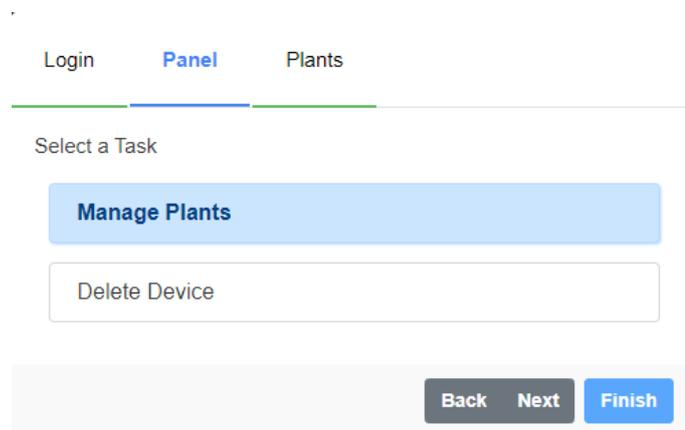

Figura 6.15: Seleção de tarefa ao MFM do Drive Scan
- avance para o **Passo 12** (se opção “Manage Plants” - Figura 6.15);